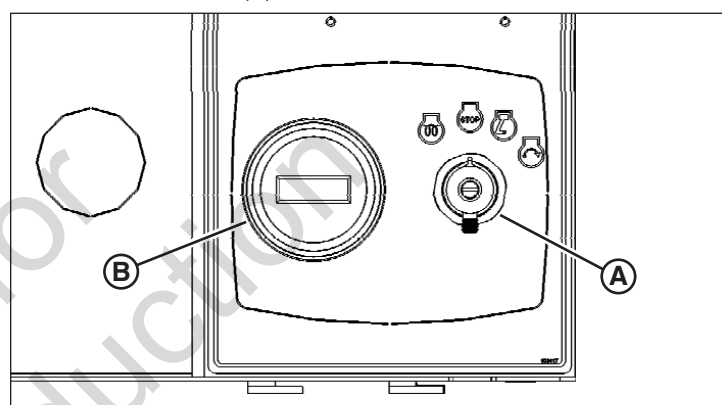

Рисунок 21
Панели управления двигателями CAT, Kubota и Mitsubishi состоят из ключа запуска/останова двигателя (A, рис. 21) и счетчика моточасов (B).